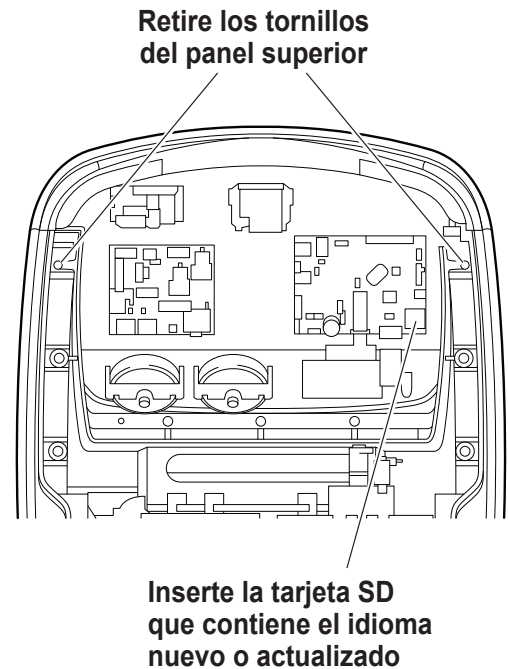

Figura 9
2. Retire los tornillos de retención del panel superior y rote el panel superior alrededor de su bisagra para acceder a la ranura de la tarjeta SD en el panel de control. Consulte la Figura 9.